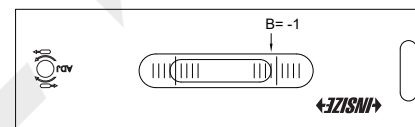

Fig.4
d) Quando la bolla smette di muoversi, leggere B sulla scala (Fig. 4).